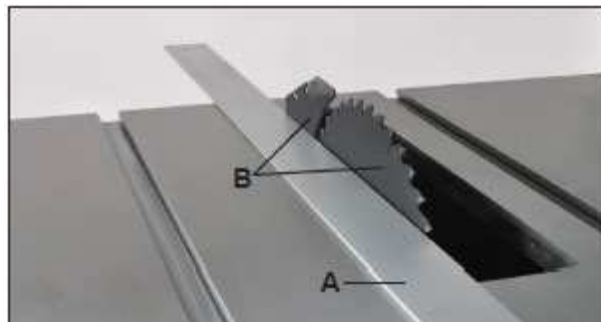

Рис. 16
4. Положить поверочную линейку (рис. 16, A) к левой стороне пильного диска (рис. 18, B), выровнять разделитель и проверить его совмещение с пильным диском.